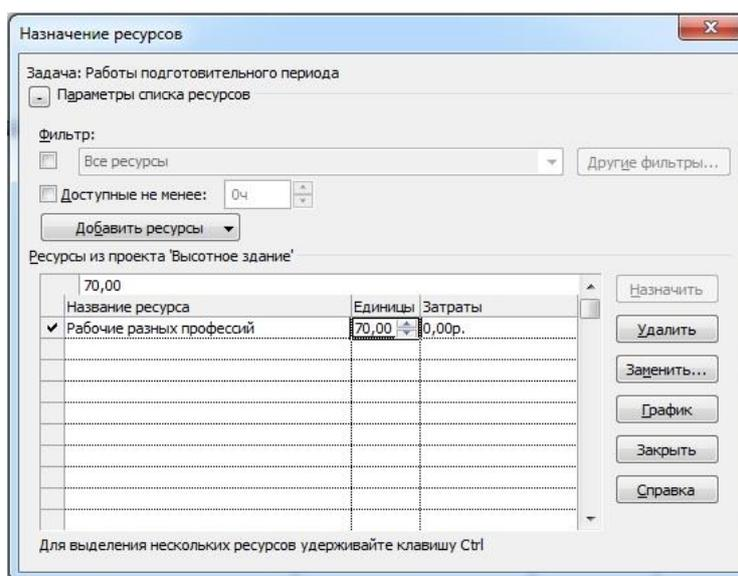

Рис. 24. Задание единиц количества ресурса
6) В окне «Назначение ресурсов», в столбце «Единицы» вводим значение, например, «70» (рис. 24). Для того чтобы изменения сохранились, необходимо нажать на клавиатуре кнопку «Enter»;